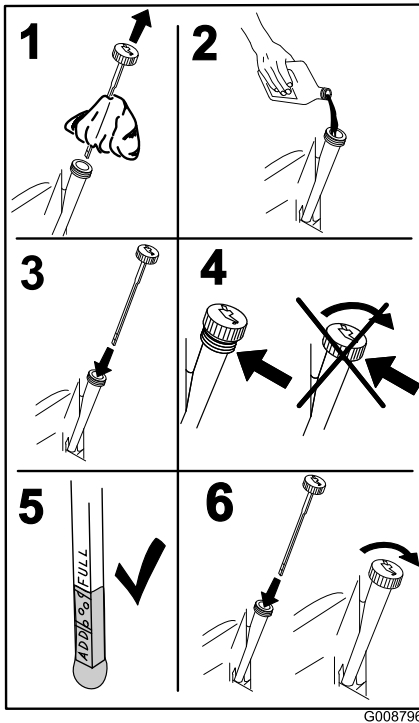

Figure 30
5. Versez lentement environ 80% de l'huile spécifiée dans le tube de remplissage puis faites l'appoint lentement jusqu'à ce que le niveau atteigne le repère du plein (**Full**) (Figure 30).